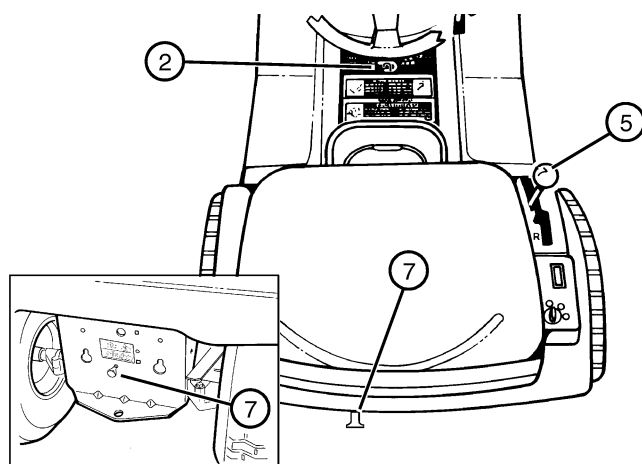

FIGURA 15
- Jale la palanca de rueda libre (7) hacia atrás, soltando el eje transversal, soltando el eje transversal (Vea la FIGURA 15).
- Suelte el freno de estacionamiento (2) y mueva la palanca de cambio de velocidades (5) a la posición neutral (N).